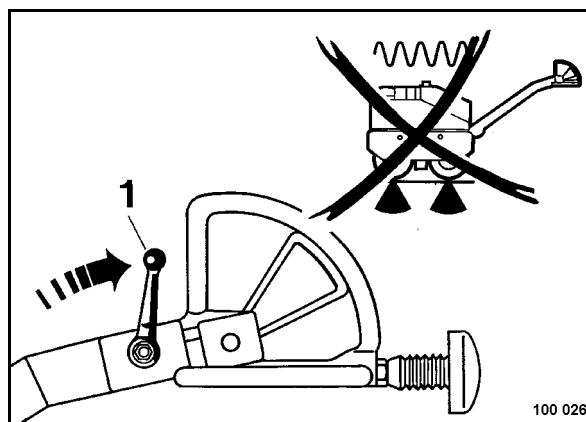

Рис. 43
- Установить рычаг вибрации (1) (Рис. 43) назад, вибрация выключена.